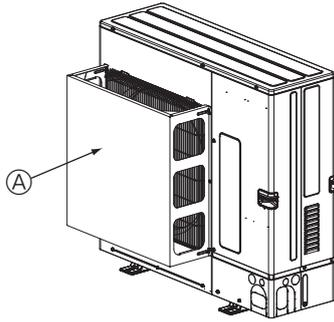

Fig. 2-5
- ② Ünite, tayfun ve başka nedenlerden oluşan güçlü rüzgârların doğrudan hava çıkışına girebileceği bir yere monte edilmişse, isteğe bağlı olarak sağlanan bir hava kılavuzu monte edin. (Fig. 2-5)